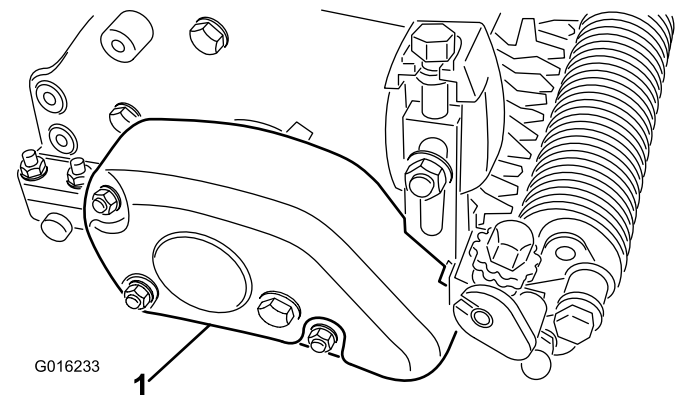

Figura 16
31. Monte la cubierta de la correa en la carcasa del acondicionador con 3 contratuercas (Figura 16).